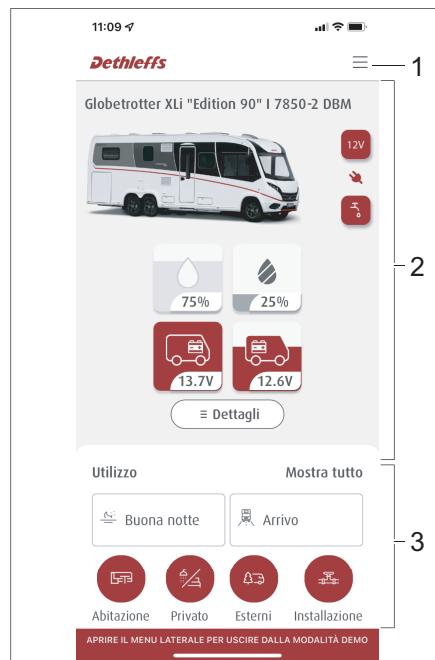

Fig. 300 Struttura dell'app Dethleffs Connect
- Area menu (Fig. 300,1)
- Informazioni sul veicolo (Fig. 300,2)
- Area comandi e scenari (Fig. 300,3)